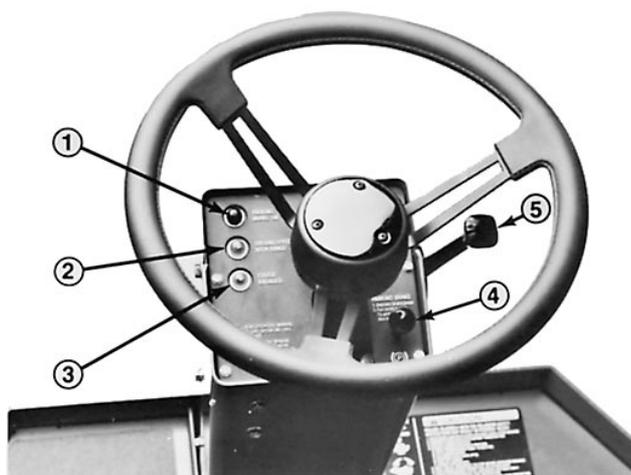

Figure 15
**Témoin du frein de stationnement** (Fig. 15)—Situé sur la colonne de direction, il signale à l'utilisateur que le frein de stationnement est serré.
**Indicateur de vitesse en gamme haute** (Fig. 15)—Situé sur la colonne de direction, il signale à l'utilisateur que le mode gamme haute est sélectionné.
**Indicateur du régulateur de vitesse** (Fig. 15)—Situé sur la colonne de direction, il signale à l'utilisateur que le régulateur de vitesse est engagé.
**Commande d'inclinaison de la colonne de direction** (Fig. 15)—Un levier situé à droite de la colonne de direction. Faire pivoter le levier en arrière pour libérer et déplacer la colonne
**Pédales de direction/frein de stationnement** (Fig. 19)—Les pédales de braquage à gauche et droite sont reliées aux freins des roues avant. Comme les freins fonctionnent indépendamment l'un de l'autre, ils permettent de réduire l'angle de braquage ou d'augmenter la traction si une roue a tendance à patiner sur une pente. Toutefois, l'herbe tendre ou humide peut être endommagée si les freins sont utilisés pour braquer. Un levier permet de verrouiller les deux pédales ensemble pour le stationnement. Chaque fois que le moteur est arrêté, serrer le frein de stationnement pour éviter tout déplacement accidentel de la machine. Pour verrouiller les pédales ensemble, appuyer sur toutes les deux et tirer sur le bouton du frein de stationnement en haut de la tour de direction (Fig. 15). Appuyer sur les pédales de frein pour desserrer le frein de stationnement.